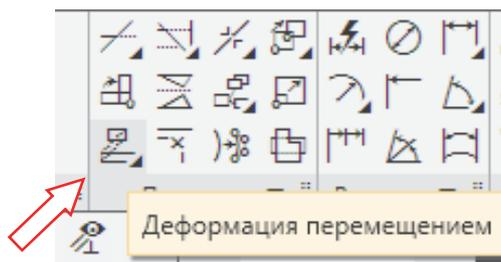

Рис. 2.13-2
1. Вызвать команду **Черчение** → **Правка** → **Деформация перемещением**  (рис. 2.13-2).